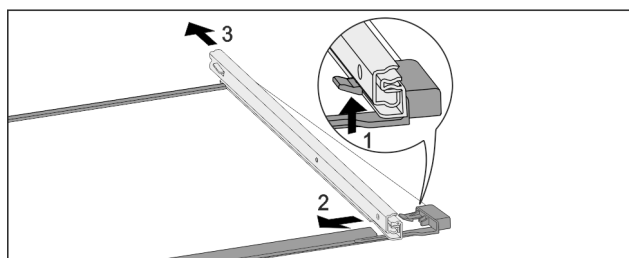

Fig. 81 Tablette en verre avec rails
- ▶ Pousser le crochet d'enclenchement avant vers le bas. Fig. 81 (1)
- ▶ Pousser le rail télescopique vers le côté Fig. 81 (2) et vers l'arrière Fig. 81 (3).